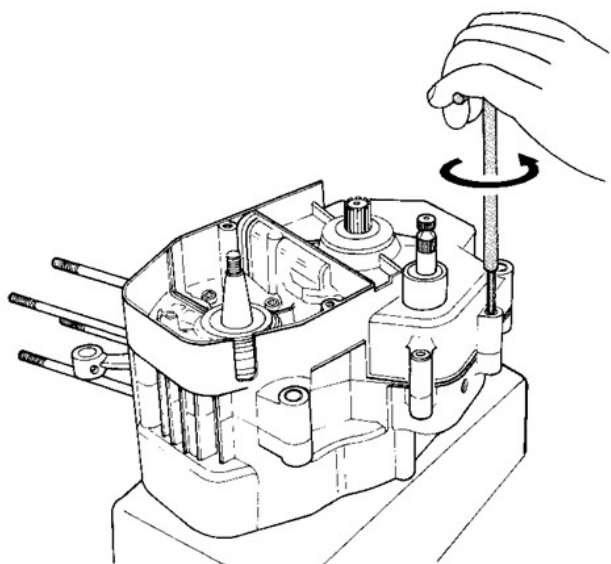

FIG. 22 Rimozione viti
- 20) **TOGLIERE** le 13 viti di unione dei due semicarters (fig. 22) e i 3 grani di riferimento usando una normale spina da 10 mm (fig. 23).